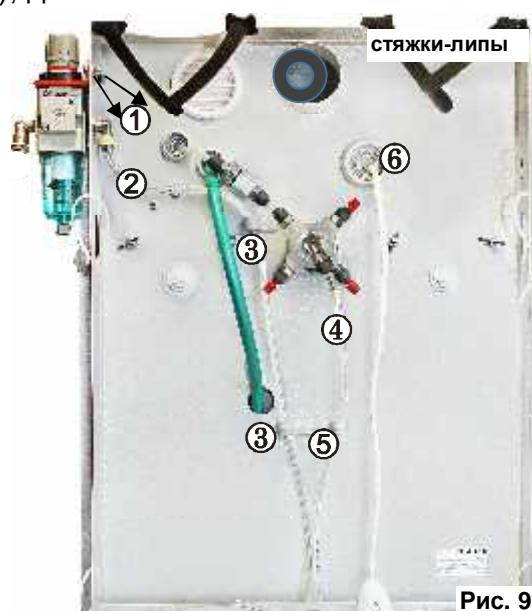

Рис. 9
- установить кронштейн (поз.1 рис.9) модуля снаружи на корпус **ACO3** и закрепить винтами с гайками;
- руководствуясь маркировкой на пневмотрубке (поз.2 рис.9) педали и штуцере **МПВ** (полоска цветного скотча), пропустить соответствующий конец пневмотрубки от пневмопедали в отверстие в заднем отгибе корпуса (рис.9), далее через скобу (поз.3 на боковой стенке и соединить со штуцером (17 рис.2,3) **МПВ**;
- вторую пневмотрубку (поз.4 рис.9) от пневмопедали пропустить через второе отверстие в заднем отгибе корпуса (рис.9) и подсоединить к штуцеру (25, рис.2,9) пневмораспределителя **ACO3**.
5.6 Вывести вилку сетевого шнура наружу корпуса через отверстие (6 рис.9), затем зафиксировать в нем заглушку. Светильник (2) закрепить магнитом на своде корпуса. Подключить вилку светильника к розетке ~220/230В 50/60Гц (см. **Меры безопасности**). Включение освещения **ACO3**